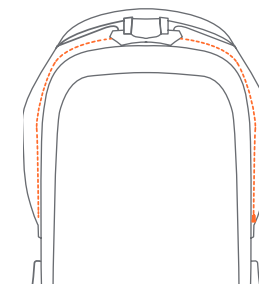

Fig. 9a
- 9) • Vérifiez que le tissu du siège est correctement fixé au support de siège. Si la fermeture à glissière du tissu de siège est ouverte, enrroulez le tissu de siège autour du support de siège et fermez le tissu à l'aide de la fermeture à glissière (Fig. 9a).